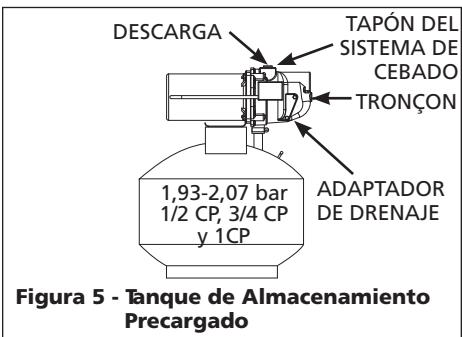

Figura 5 - Tanque de Almacenamiento Precargado
1. Saque el tapón de drenaje y el tapón para cavar a fin de que se vacíe el sistema (Figura 5 en la página 26).